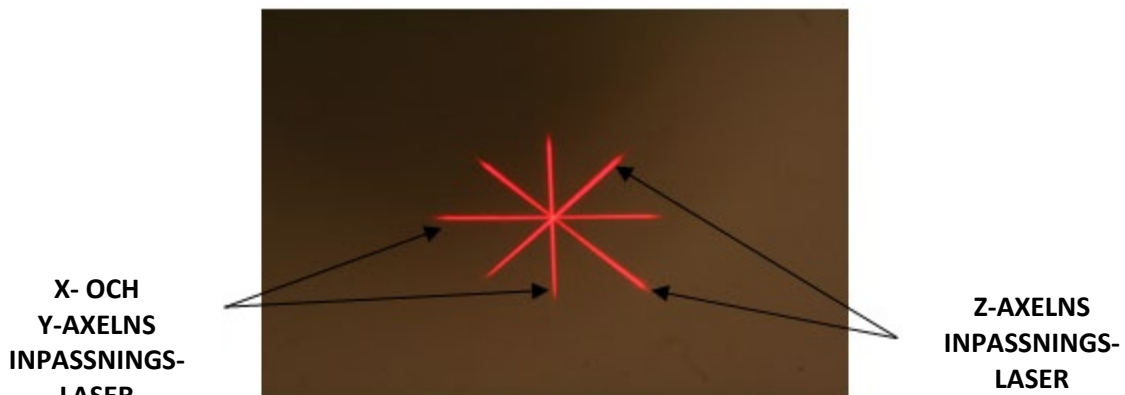

Bild 3-23. Inpassning av röda sikten – X- och Y-axlar samt Z-axel
- KXL har två inpassningslasrar, vilket visas på bild 3-23.